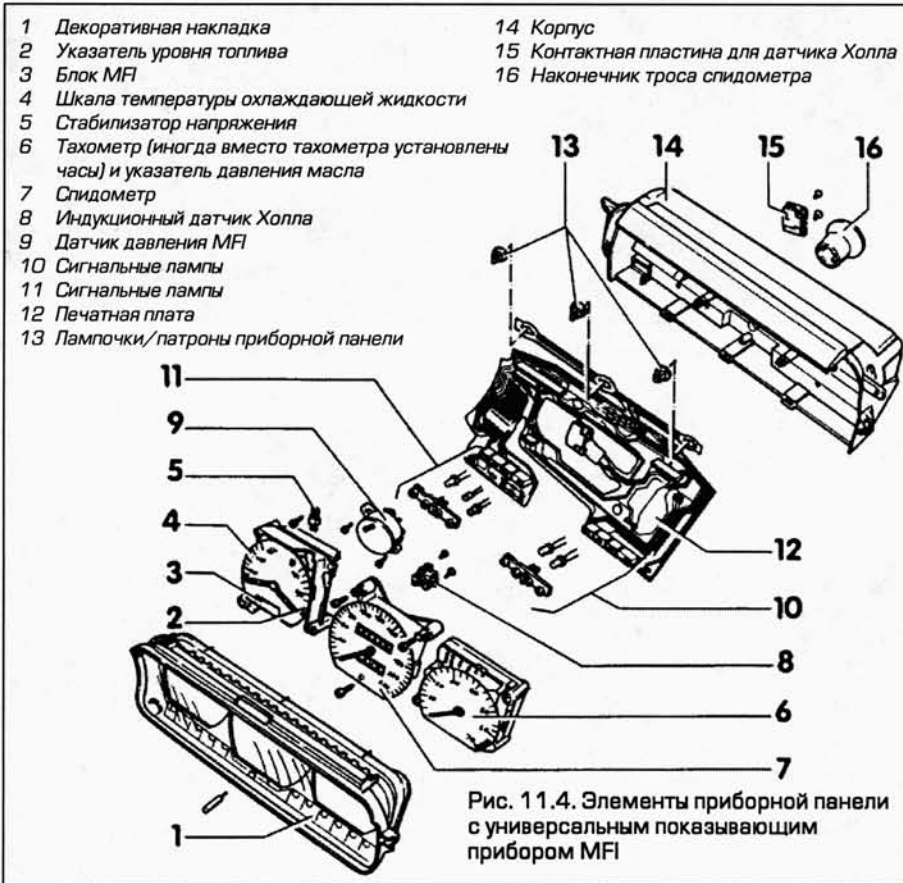

Рис. 11.4. Элементы приборной панели с универсальным показывающим прибором MFI
- 4 Датчик давления MFI и датчик Холла (если они есть) крепятся винтами. Датчик Холла находится позади циферблата спидометра (рис. 11.4).